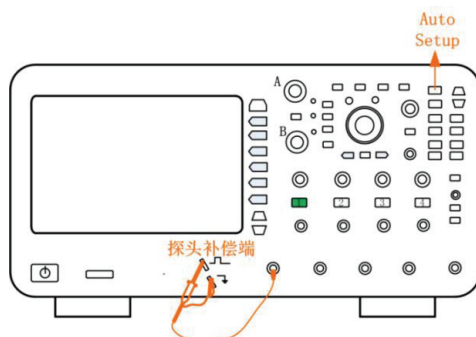

图 5.3 探头连接
(2) 恢复默认状态后，可接入信号，使用普通无源探头与面板上的“探头补偿端”进行连接，如下图 5.3 所示。
母头 BNC 端对准示波器通道 CH1 BNC 插头，按下向右旋转即可，同时将探头的探钩接到示波器探头补偿端接口，（鳄鱼夹接地），具体如图 5.3 所示。
注：若探头接入的不是 CH1 而是 CH2、CH3 或 CH4，则按下面板上的【1】软键，软键变灰则关闭通道 1，按下【2】、【3】或【4】软键则打开相应通道则软键变亮，如图 5.3 所示。